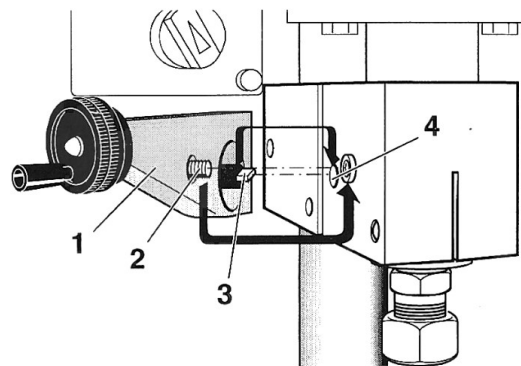

Fig. 12
1. Feinvorschub 1 (Fig. 12) mit dem Mitnehmer (3) in die Aufnahme (4) einsetzen.
2. Befestigungsschraube (2) einsetzen und anziehen.
1. Attach the fine feed 1 (Fig. 12) and engage the tappet (3) into the seat (4).
2. Insert the fastening screws (2) and tighten them.
1. Introduire le taquet d'entraînement 3 (fig. 12) du dispositif (1) dans la prise (4).
2. Introduire puis serrer la vis de fixation (2).
1. Montare il comando per l'avanzamento fine 1 (fig. 12) inserendo il trascinatore (3) nel supporto (4).
2. Inserire la vite di fermo (2) e serrarla.